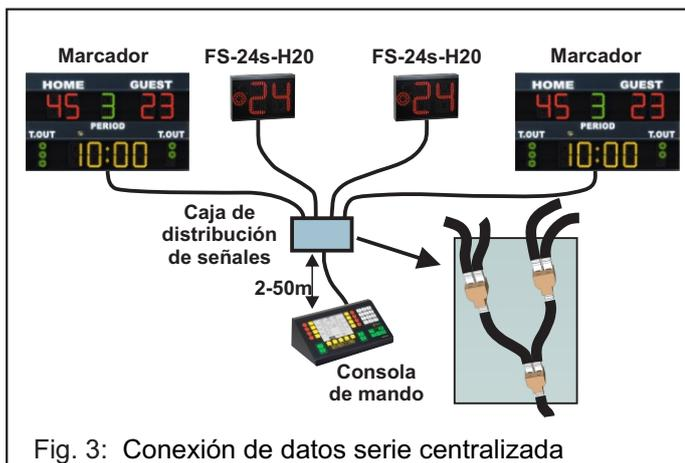

Fig. 3: Conexión de datos serie centralizada
1. Conexión centralizada (véase la Fig. 3). Se instala una caja de distribución de señales en un lugar de fácil acceso; de esta caja sale un cable hacia cada marcador. Este tipo de conexión permite tener un solo punto de llegada, lo cual supone una ventaja en caso de cortarse un cable, porque sólo se verá afectada la visualización de un marcador.